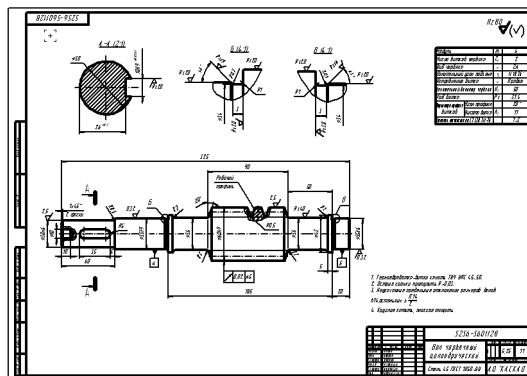

Рис. 5.1. Чертеж системы КОМПАС-3D V7
Чертеж является основным типом документов КОМПАС-3D V7. Чертеж системы полностью соответствует листу чертежа, который создает конструктор при черчении на кульмане (рис. 5.1).
- ▼ один или несколько видов (рис. 5.1).